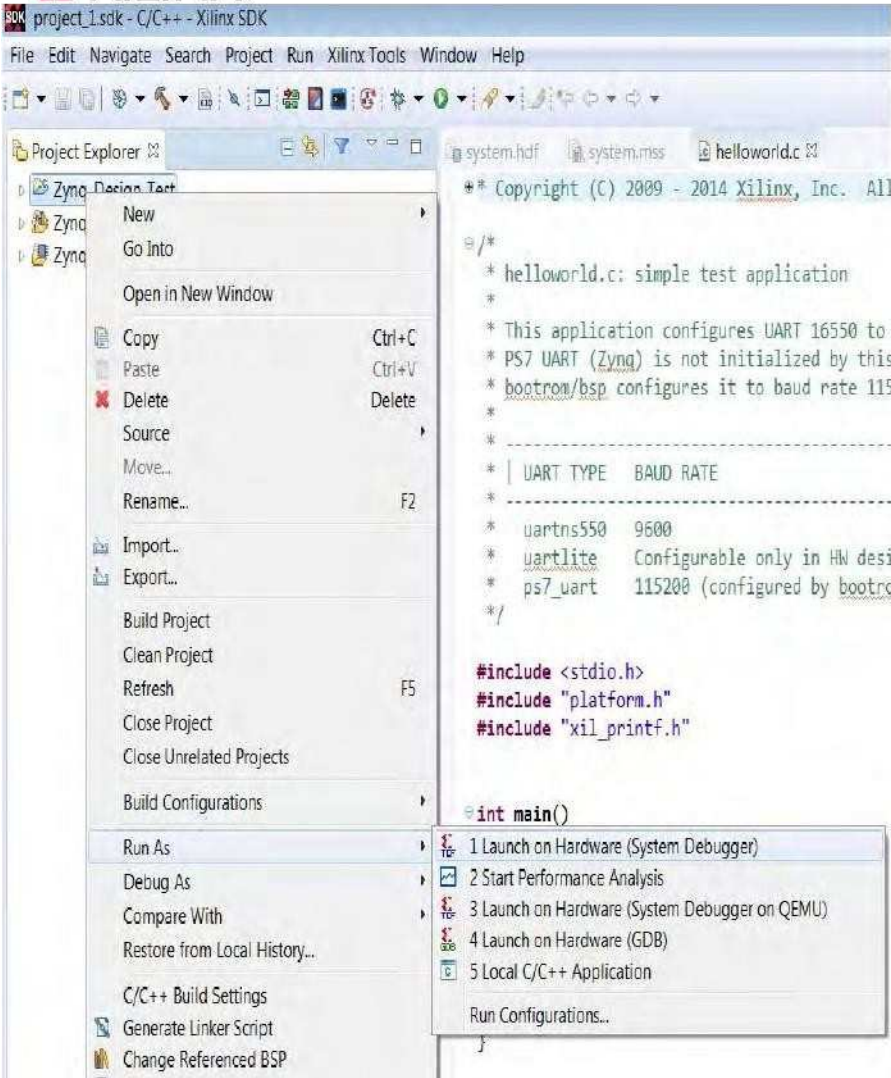

图 10-24: 运行应用程序项目
- 9.在资源管理器窗格中右键单击应用程序项目 **Zynq_Design_Test**(图 10-24)。